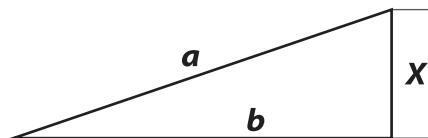

Рис. 3
1. В первом варианте необходимо измерить длину « X », где « X » - катет. Для этого следует измерить стороны « a » и « b » (Рис. 3).